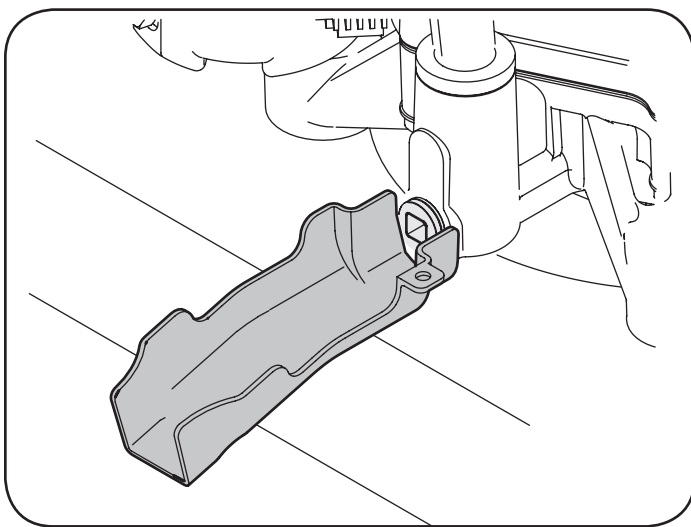

Figura 22
15. Coloque el extremo pequeño de la manga de drenado en el cárter de aceite. Vea la Figura 22.